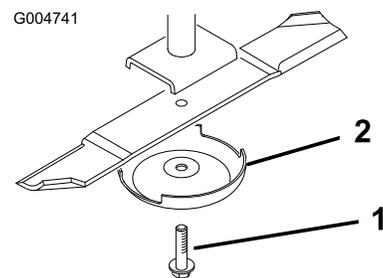

Рисунок 114
3. Снимите болт ножа, защитный колпак и нож с вала шпинделя (Рисунок 114).